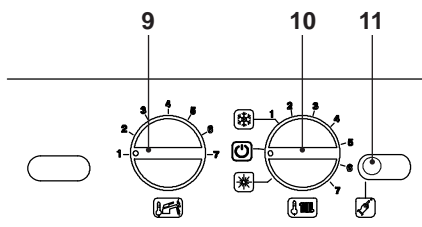

Figura 5.40
- Per uscire dalla programmazione posizionare il selettore di funzione / manopola regolazione temperatura riscaldamento 10 come indicato in Figura 5.40.